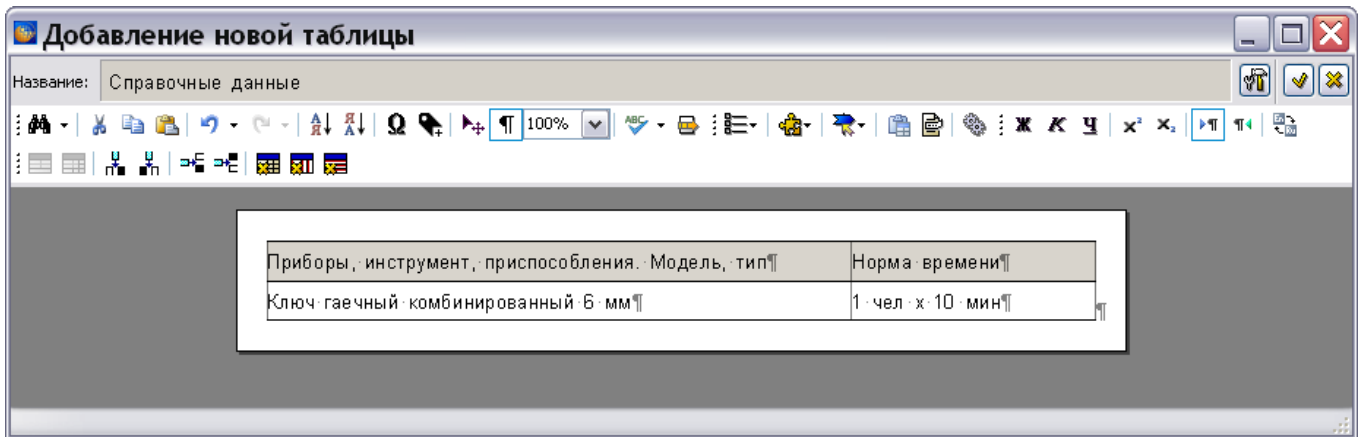

Рисунок 903
8) Введите данные в ячейки таблицы (рисунок 903).